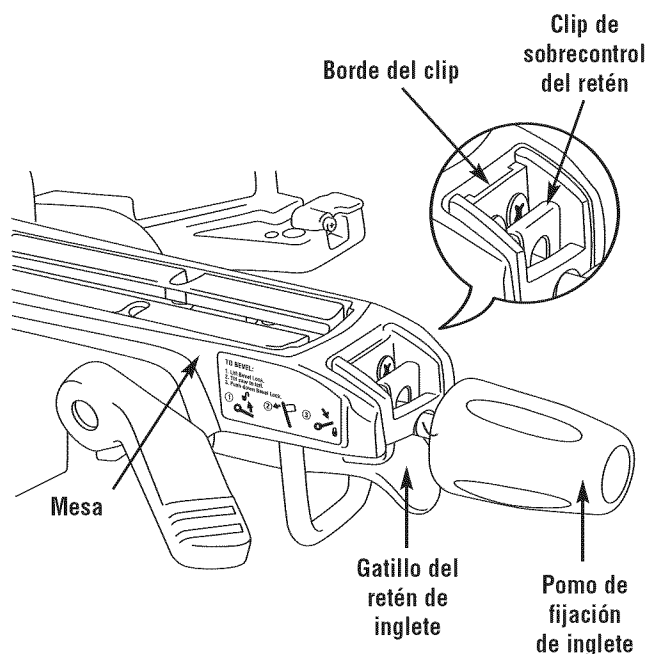

Figura 23. Sobrecontrol del retén
2. Empuje el clip de sobrecontrol del retén hacia adelante y acóplalo en su sitio sobre el borde. Suelte el gatillo del retén de inglete (Figura 23).